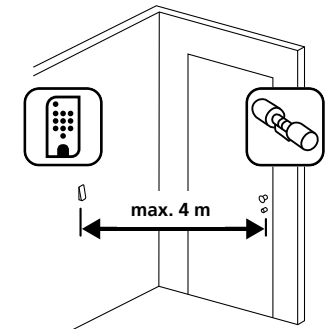

Abb. 1
- ① Halten Sie die Tastatur an den gewünschten Montageort (Abb. 1).